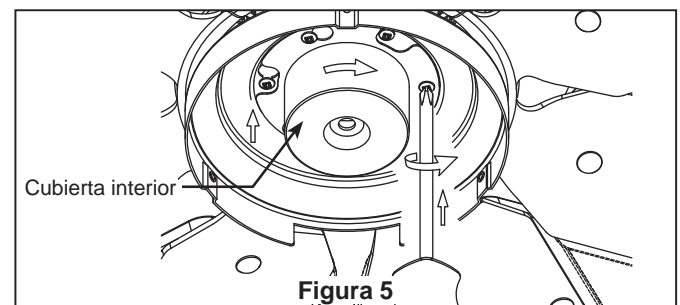

Figura 5
5. Pase los cables a través de la cubierta de unión del motor, la cubierta para el tornillo y el capuchón. (Figura 5)
5. Fije la cubierta interior en el borde de soporte usando los tres tornillos restantes y fíjelos por completo. (Figura 5)
7. Los botones del mando a distancia se describen a continuación: (Figura 5)